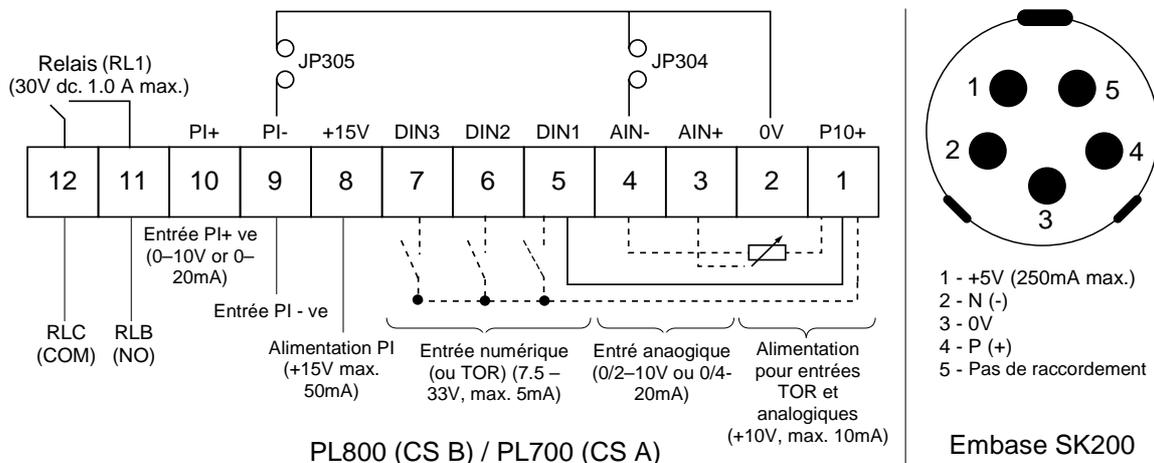

Figure 4 Connexions du bornier de contrôle
Insérez le câble de commande dans le convertisseur par le trou de serrage adéquat. Connectez les câbles de commande conformément aux informations des figures 4, 5 et 6, en veillant à débrancher auparavant le bloc connecteur PL800 du PCB (CS B uniquement).
Le potentiomètre en option installé comme point de réglage analogique (voir figures 4 et 5) suppose que le cavalier JP304 connecte 0V (broche 2) à AIN- (broche 4).
- a Pour une rotation avant, vérifiez qu'une liaison est établie entre DIN1 (broche 5) et P10+ (broche 1) sur PL800/PL700 (voir fig. 4). Pour une rotation inverse, connectez la liaison à DIN2 (broche 6) au lieu de DIN1.
- a Connectez un interrupteur unipolaire entre DIN1 (broche 5) et P10+ (broche 1) sur PL800 (voir fig. 4) pour une rotation à gauche. Pour une rotation inverse, connectez l'interrupteur sur DIN2 (broche 6) au lieu de DIN1.
- 1 Connectez un potentiomètre 4,7 kΩ aux terminaux de contrôle, comme indiqué à la figure 4, ou appliquez un signal 0 – 10 V entre la broche 2 (0V) et la broche 3 (AIN+). Dans les deux cas, positionnez le cavalier JP304 de sorte qu'il connecte 0V à AIN-.